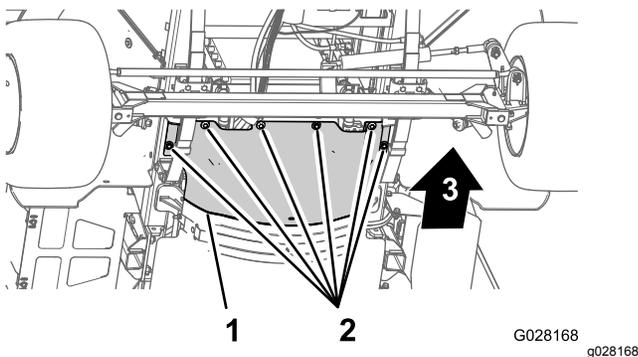

Figure 57
3. Retirez les 6 boulons à tête hexagonale et les 6 rondelles qui fixent l'écran pare-chaueur avant au châssis et déposez l'écran (Figure 57).